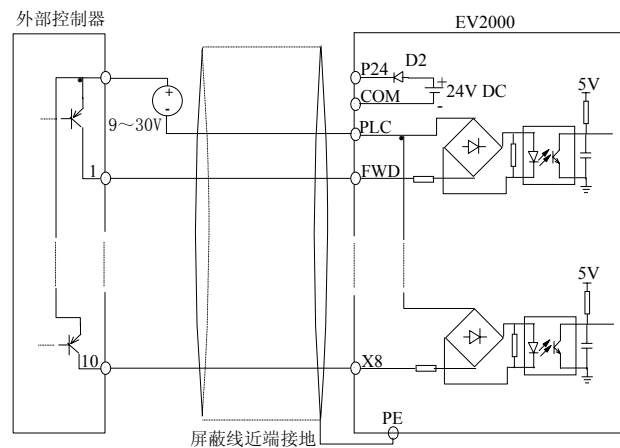

图3-27 使用外部电源的漏极连接方式
5. 图3-27、3-28中的电阻R对于24V输入的继电器应去掉，对于非24V继电器应根据继电器参数选择。